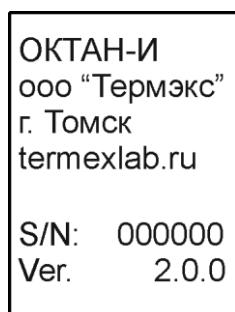

Рисунок 16 — Установка даты/времени
- кнопками (↑, ↓) установить курсор на требуемое значение (рисунок 16);
- нажать (↔) для подтверждения, (X) — для отмены;
- после редактирования всех значений, нажать (MS) для сохранения изменений.